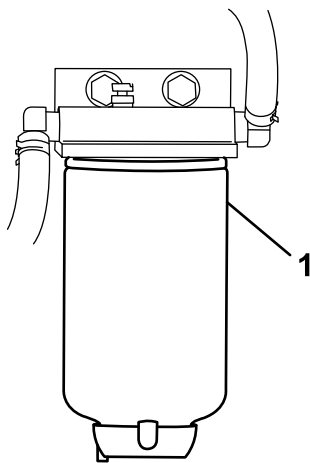

Figura 37
3. Desenrosque el filtro de combustible del soporte (Figura 37).